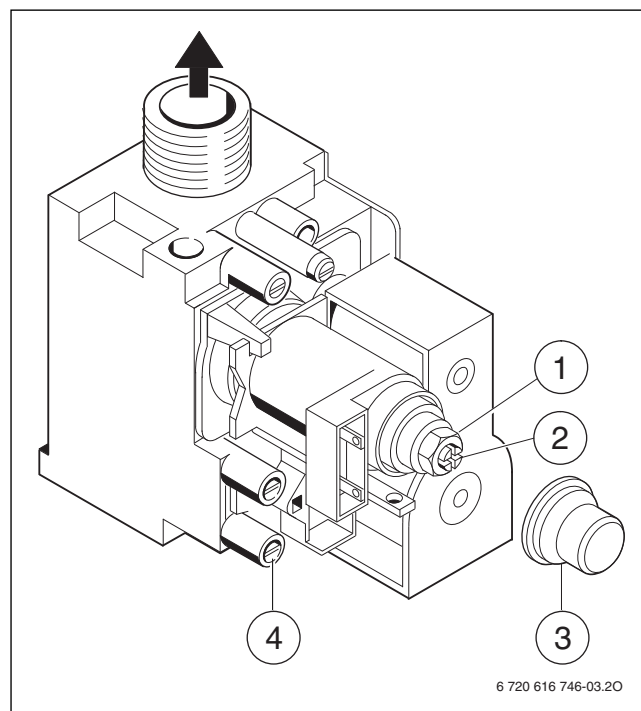

Fig. 50 Bloc gaz
- ▶ Retirer le capuchon (→ fig. 50 [3]) du bloc gaz.
- ▶ Pour «max» prendre la pression aux injecteurs indiquée (mbars) dans le tableau sur la page 41 et la contrôler. Vérifier que l'écrou (→ fig. 50 [1]) est bien serré en butée sur le corps laiton.
- ▶ Pour «min» prendre la pression aux injecteurs (min ECS) indiquée (mbars) dans le tableau sur la page 41. Régler la pression aux injecteurs au moyen de la vis de réglage de débit gaz minimal (→ fig. 50 [2]).
- ▶ Desserrer la vis dans la prise de mesure de la pression de raccordement (→ fig. 50 [4] en page 31) et brancher un manomètre à cette prise.
- ▶ Pour «max» prendre le débit de gaz indiqué dans le tableau sur la page 41 et le contrôler. Vérifier que l'écrou (→ fig. 50 [1]) est bien serré en butée sur le corps laiton.
- ▶ Pour « min » prendre le débit de gaz (min ECS) indiqué dans le tableau sur la page 41. Régler la pression aux injecteurs au moyen de la vis de réglage de débit gaz minimal (→ fig. 50 [2]).